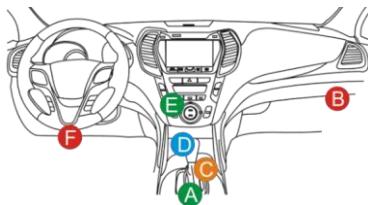

Рис. 2-2
2. Определите положение разъема DLC: обычно он является 16-контактным и расположен с водительской стороны, примерно в 12 дюймах от центра панели приборов. См. рис. 2-2. Если DLC не установлен под приборной панелью, его местоположение указано на наклейке. Если разъем DLC не найден, обратитесь к руководству по ремонту автомобиля.